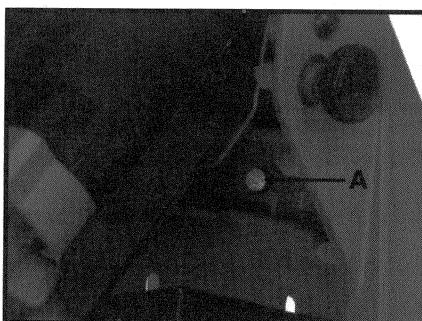

Fig. 5A
TOME NOTA: La distancia entre el extremo de la pieza en elaboración y la ranura (bolsillo) cortada viene de la fábrica con una medida de $3/4"$. Esta distancia puede variarse al ajustar el tornillo de tope del motor (A) Fig. 5A.